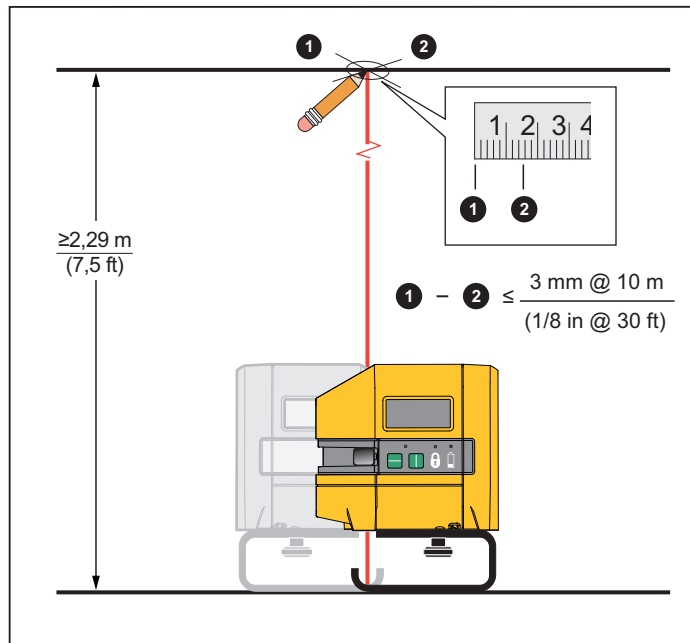

Abbildung 10. Lotgenauigkeit
3. Den nach unten gerichteten Punkt laser auf beiden Achsen der Kreuzmarkierung zentrieren. Siehe Abbildung 10.